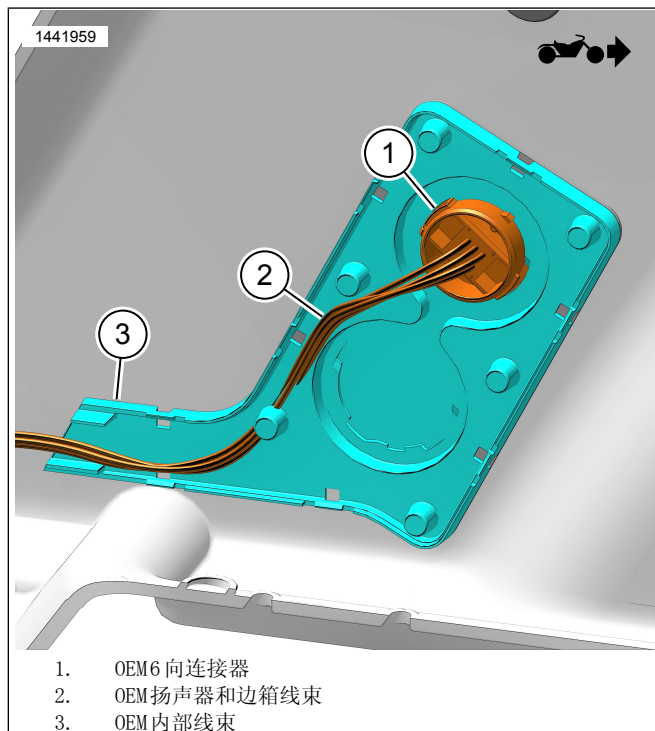

图6。OEM内部线束(边箱内)
1. 图6拆下右边箱OEM组件。
2. 图6安装右边箱OEM6路连接器(1)。